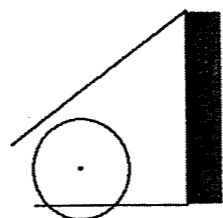
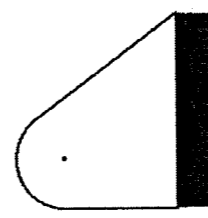

图4
图5
12. 用哪一个几何约束和哪一个命令可使图4所示的草图成为图5所示的形状? 【 】